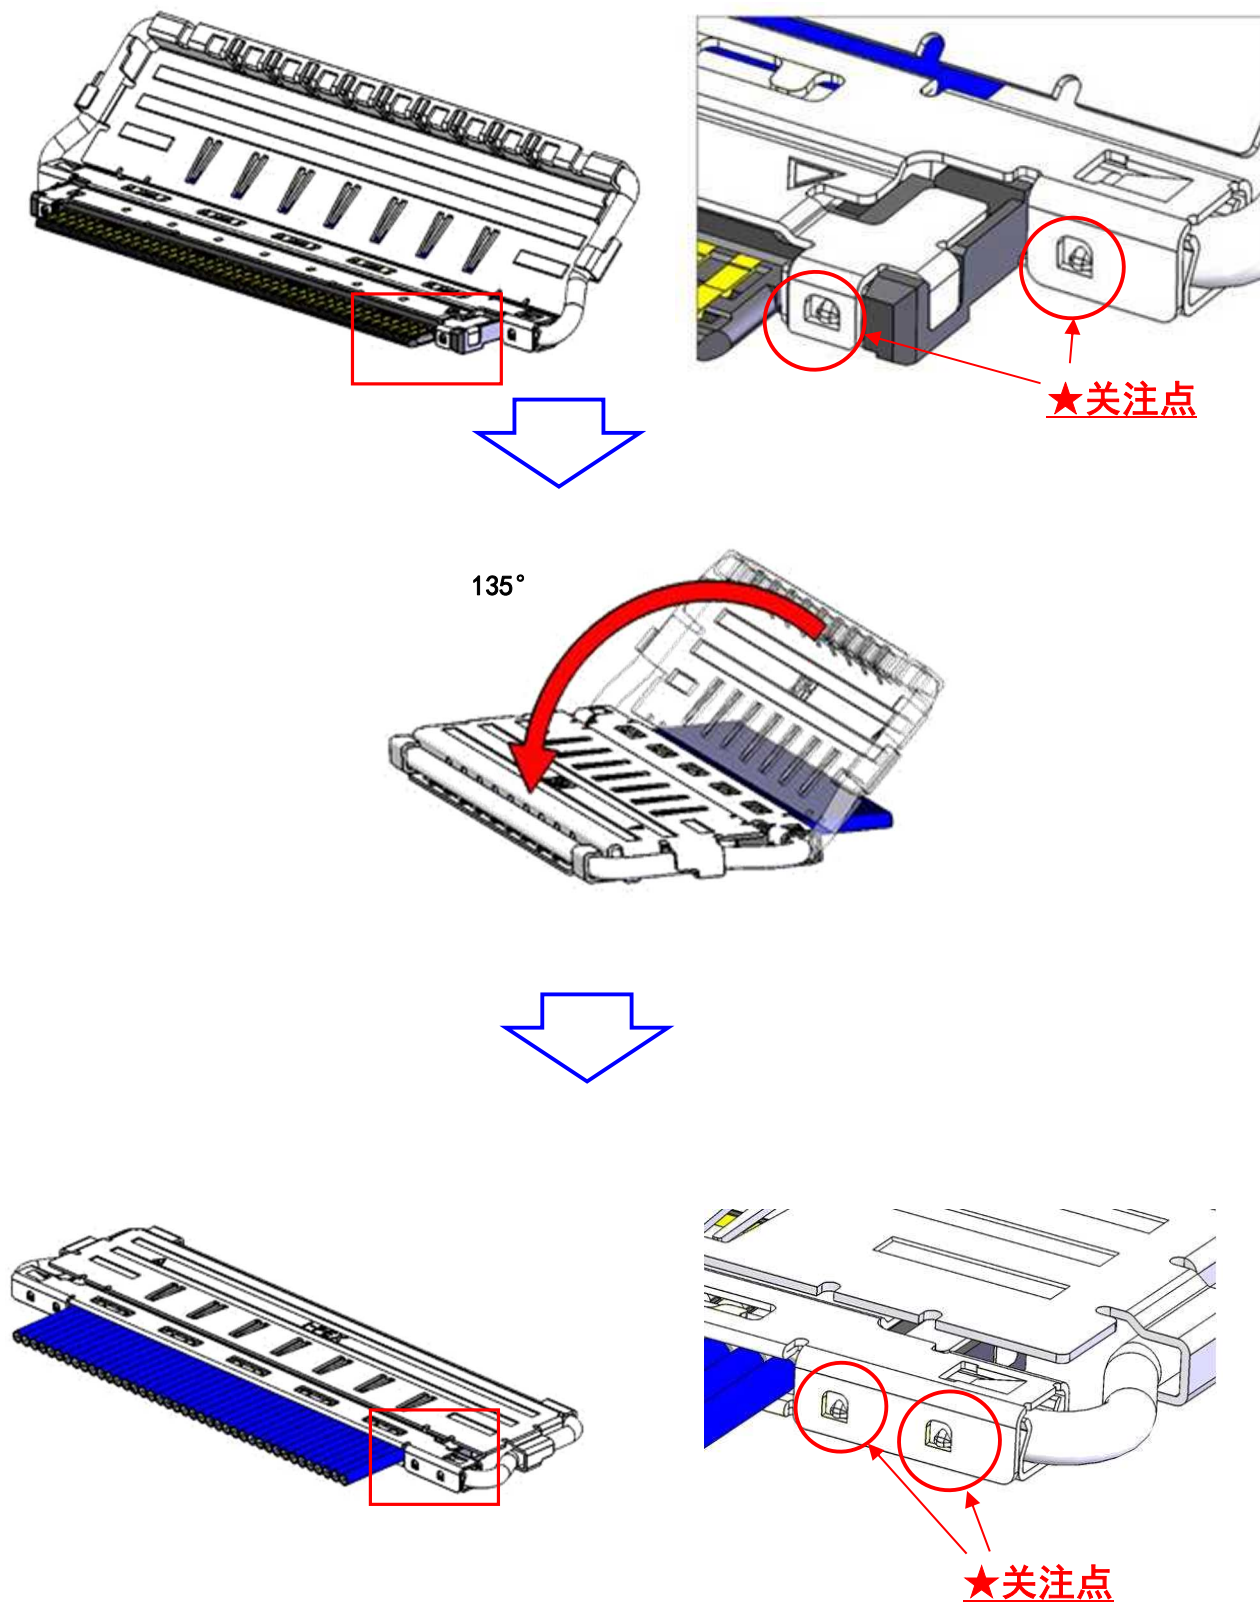

图 9 外壳 A 组装确认
③推荐将 SHELL A、B 和 GND BAR 用电烙铁全部焊接。（图 9, 10◆部）